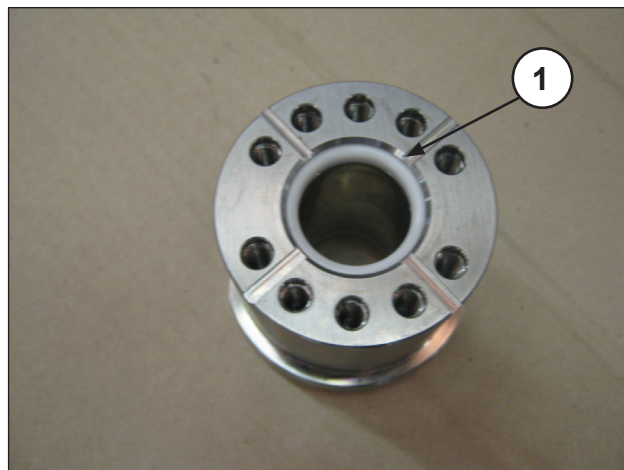

Fig. 37
- Inserire la guarnizione di tenuta nella camicia (Fig. 37, pos. ①).